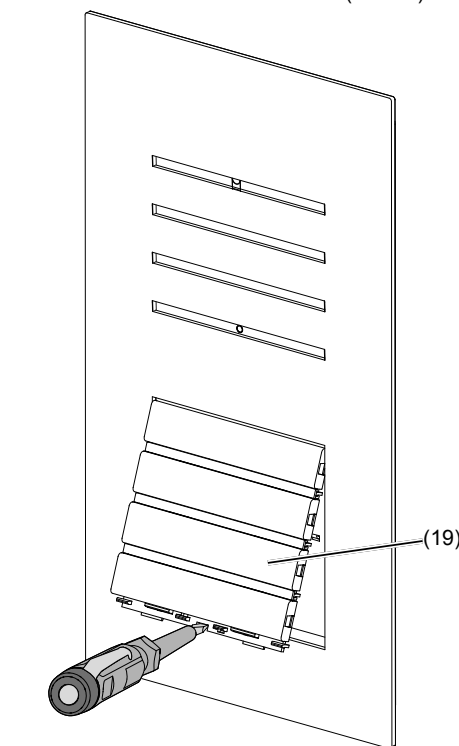

Bild 14: Demontage Ruftaster-Modul Aufsatz (19) Ruftaster-Modul Aufsatz
- Ruftaster-Modul Oberteil in der unteren Hebelöffnung mit dem Schraubendreher nach oben drücken und nach vorne führen (Bild 14).